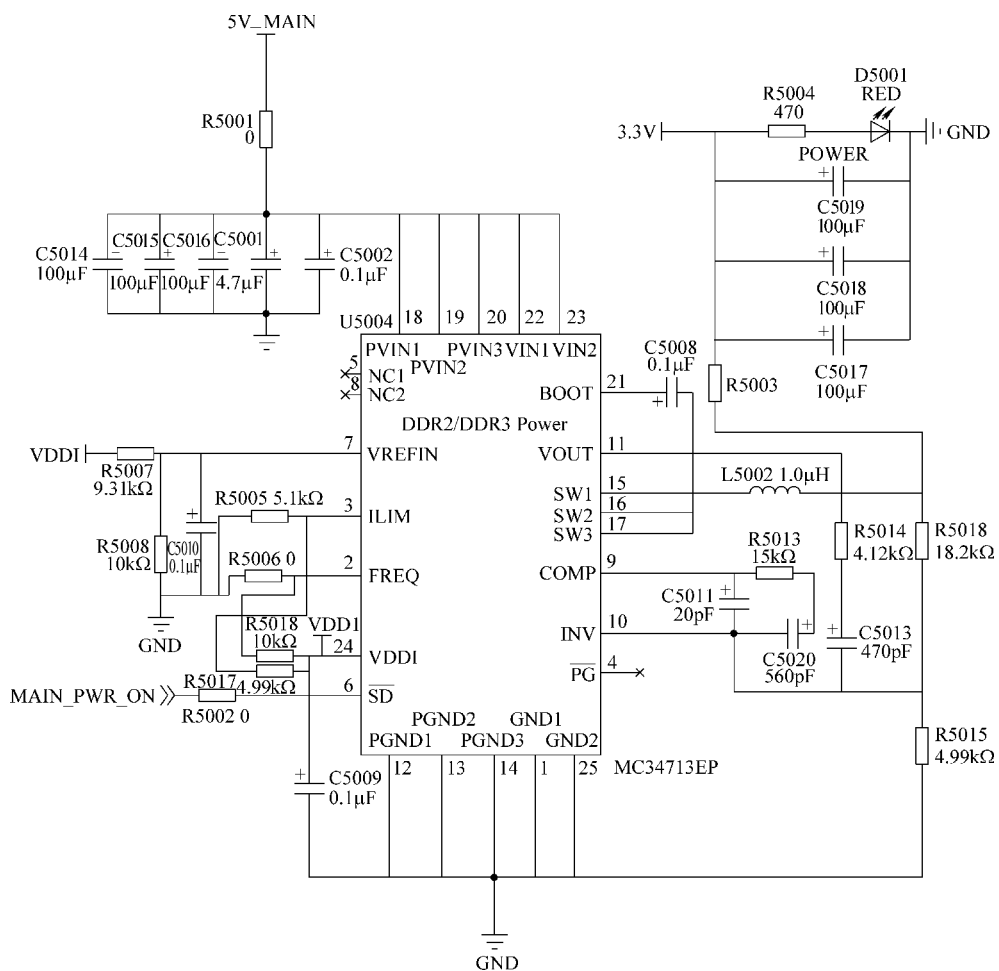

图 5-8 平板电脑 MC34713EP 开关变换器代表电路
8. 平板电脑 MC34713EP 开关变换器代表电路 (见图 5-8)